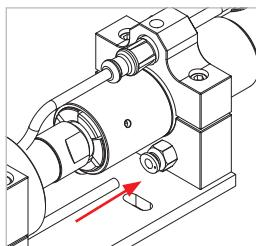

Abbildung 7
- ▶ Stecken Sie die Spülleitung der Tankkupplung in die kupplungsseitige Steckverbindung der Halteschale (Pos. 11, Abbildung 7).